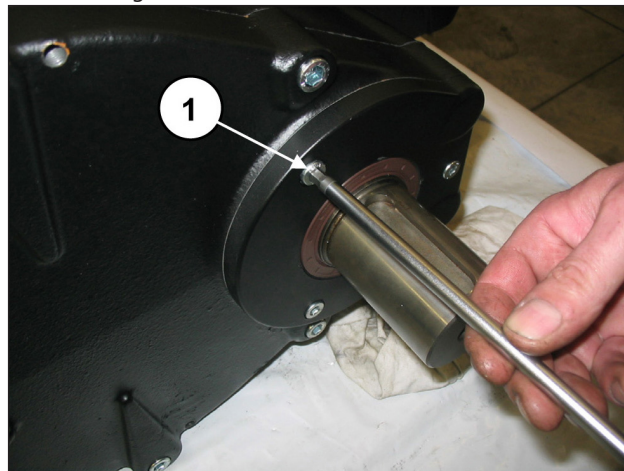

Fig. 3
Svitare le viti di fissaggio flangia riduttore (pos. ①, Fig. 3) e sfilare la flangia dall'albero.